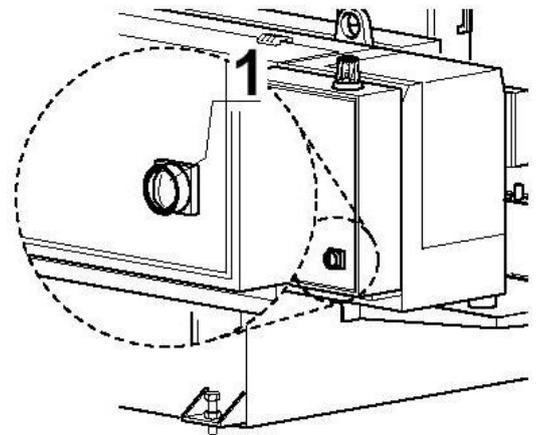

Fig. 06
5. Positionner l'interrupteur général de la machine, qui est sur le tableau électrique, sur 1 (Fig. 06).
- l'interrupteur de démarrage moteur calibrant/goutte-d'eau, si installé (11).
- l'interrupteur de démarrage moteur façonnant/goutte-d'eau, si installé (12).
- l'interrupteur de démarrage moteur meule du chanfrein inférieur, côté banc (09).
- l'interrupteur de démarrage moteur meule du chanfrein supérieur, côté presseur (10).
- l'interrupteur de démarrage usinage (04).
- l'interrupteur de démarrage bande transporteuse (01).